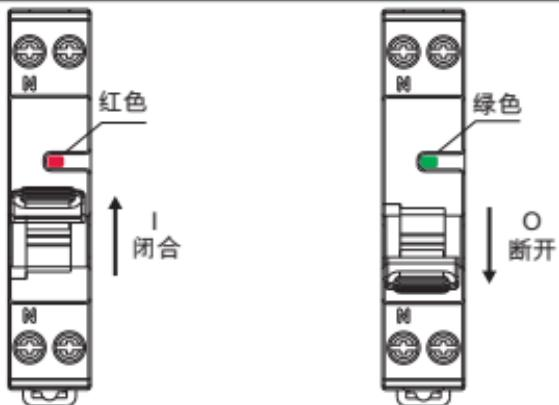

图2 NB5-40S闭合、断开状态指示
5.1 安装使用前先检查断路器标志与所使用的工作条件是否相符；断路器闭合、断开状态指示如下图2